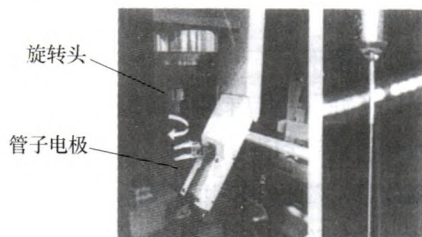

图5 高压喷流加工
(3) 高压喷液功能 从管子电极端部边喷射加工液(压力为7MPa),边进行加工(见图5),借助于这种加工液的压力能提高放电加工屑的排出效率与高速加工。而且,因冷却效率高使得加工面的热变质层被限制最小限度。